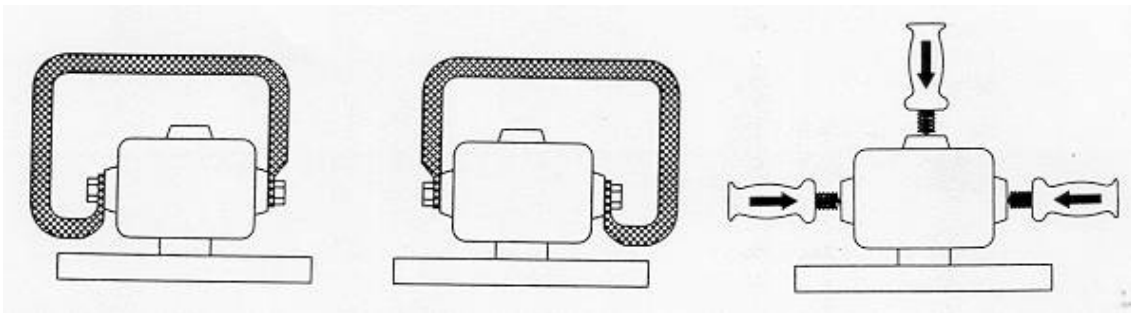

Fig. 1: Empuñaduras adaptables
- Situar la empuñadura lateral en función del trabajo a realizar, o utilizar una empuñadura de puente (Fig. 1).